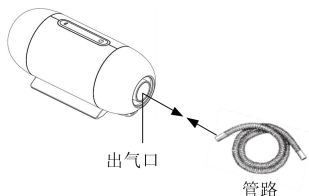

图 3-4
- (1) 若使用管路，需将管路的一端连接到呼吸机的出气口上，如图 3-4 所示。